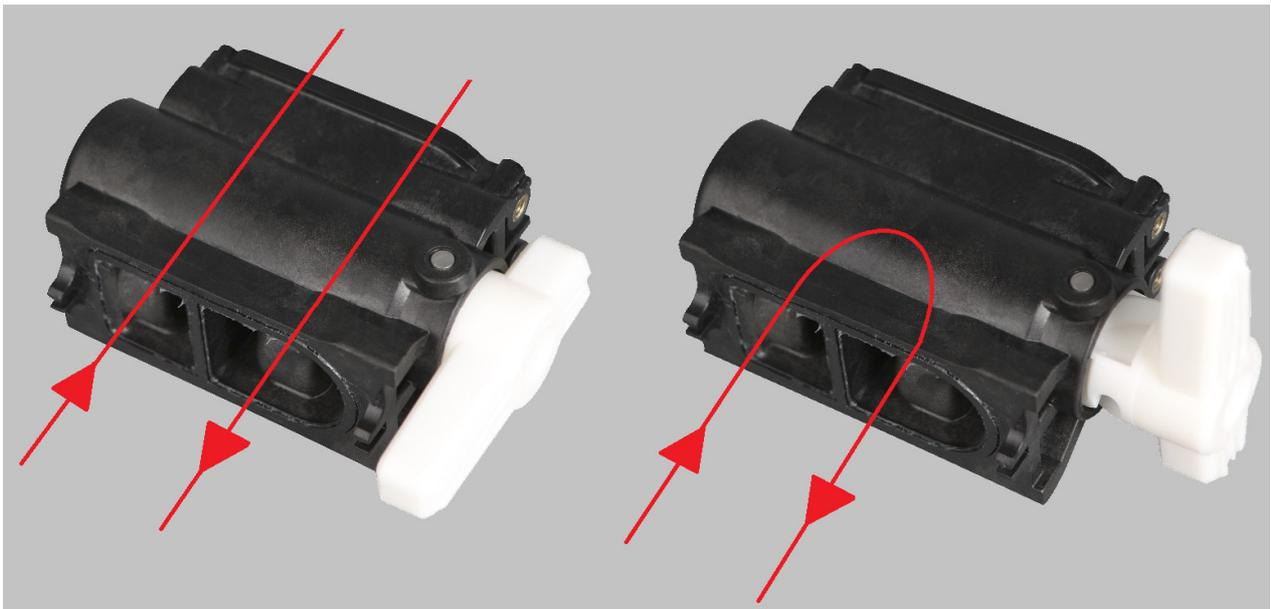

Рис.6
10.11 Системы серии «Soft» могут комплектоваться байпасным клапаном (рис.6).